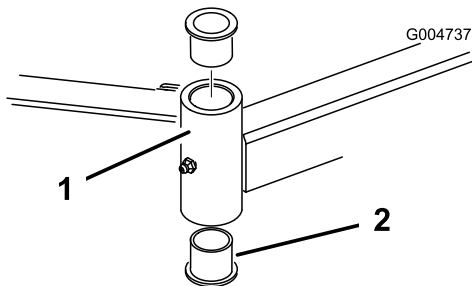

Figura 102
4. Introduza um punção para cavilhas na zona superior ou inferior do tubo de montagem e retire o casquilho para fora do tubo (Figura 102).